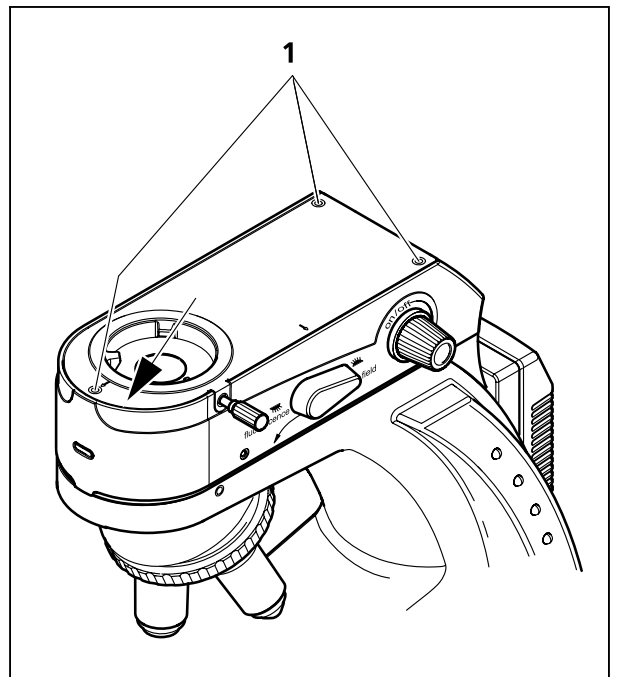

图 33 落射荧光装置护盖
- 将三枚紧固螺丝（图 33/1）从落射装置的盖罩上松开（2.5 mm 内六角扳手）。
- 将 LED-模件向前（操作侧）推至顶端，然后用力拧紧螺钉（图 33/1）。此步骤是不可缺少的，这样可得到最佳的视觉结构。
- 装上盖罩，将三个固定螺钉（图 33/1）拧紧。此时，应提前将盖罩按箭头所指方向拉拨至右前角（图 33），这样光轴才是正确的。